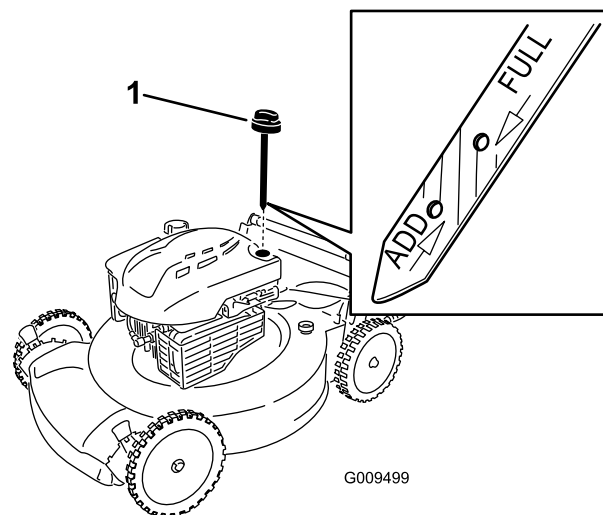

Рисунок 11
1. Выньте щуп для измерения уровня, вытрите его, и затем вставьте на полную глубину (Рисунок 11).
2. Выньте щуп и проверьте уровень масла (Рисунок 11). Если уровень масла ниже отметки **Add (ДОЛИТЬ)** на масломерном щупе, **медленно** заливайте масло в маслозаливной патрубок, чтобы поднять уровень масла до метки **Full (ЗАПОЛНЕНО)** на масломерном щупе. **Не допускайте переполнения картера. Макс.**